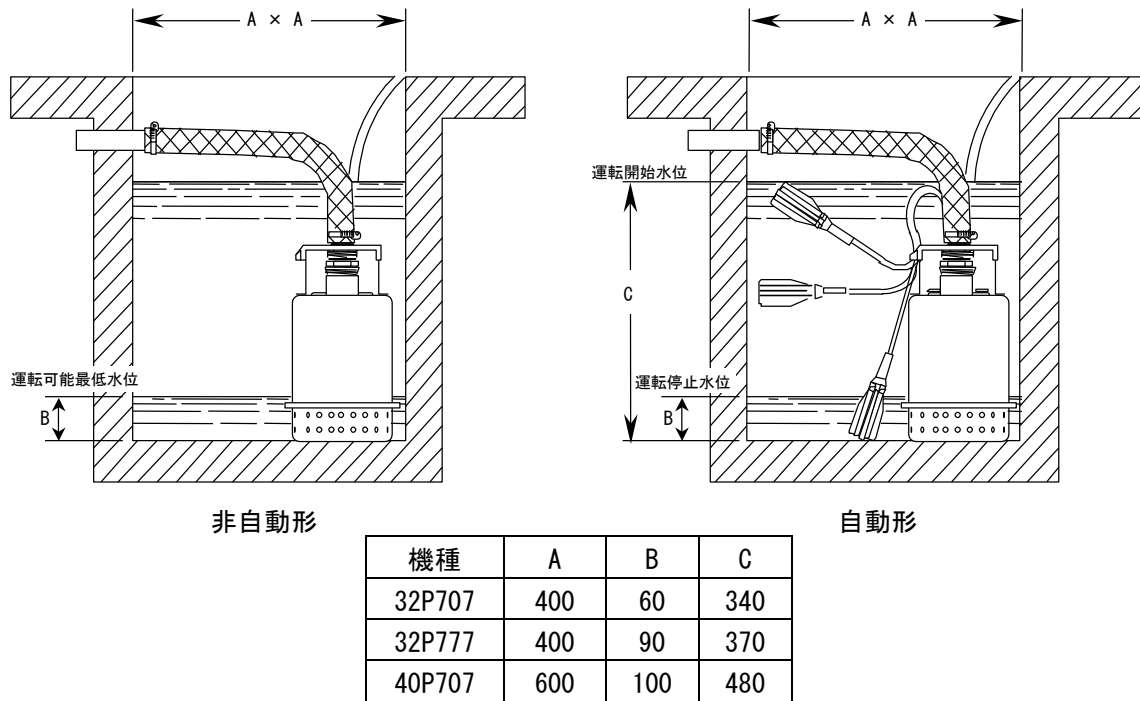

図2 据付図
- (1) 運搬ならびに据付時には、ケーブルを絶対に引っ張らないでください。
- (2) ポンプは横置きあるいは宙づりでは使用できません。底に立置でご使用ください。
- (3) ポンプはできるだけ槽内の乱流のないところに設置してください。
- (4) 槽内に流れがある場合には適当な配管支持をしてください。
- (5) 配管は途中空気だまりのできないようにしてください。
- (6) 配管末端は水中に入れないでください。ポンプを停止したとき逆流します。
- (7) 配管にはポンプ 1 台毎にチェック弁を取り付けてください。
- (8) 運転水位については図 2 の据付図に示します。
- (9) フロートスイッチのケーブルの長さは調節しないでください。
- (10) 自動形ポンプは図 2 の据付図を参照してください。なお、フロートスイッチは水槽の壁面や配管などに接触すると動かなくなり、ポンプが始動しない事がありますので障害物から離してください。